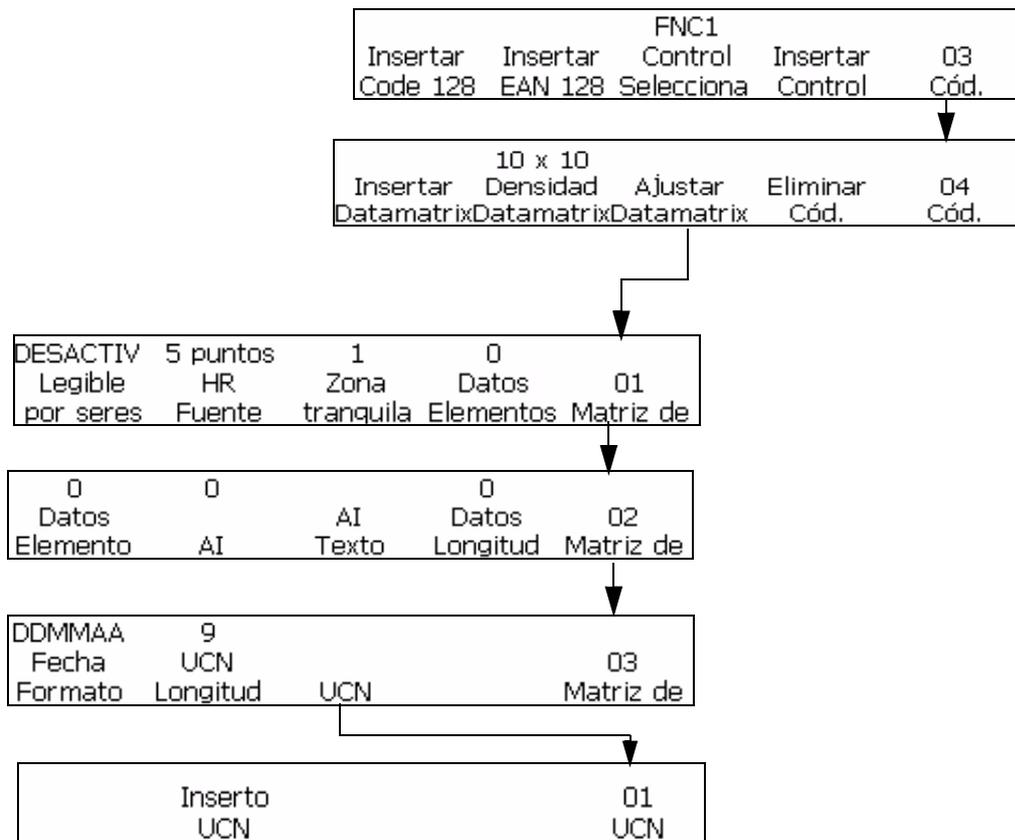

Figura 5-64: Ajuste de matriz de datos
- 4 En el marco <04 Código de> (01 Edición > 02 Edición - Insertos > 01 Inserto >02 Inserto - Código de barras > 01 Código de> 02 Código de> 03 Código de> 04 Código de), pulse F2 <Matriz de Densidad> para seleccionar la densidad de matriz de datos deseada. Consulte la Figura 5-64 en la página 5-80